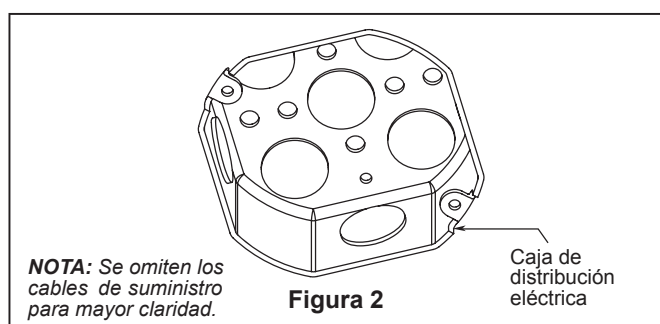

Figura 2
Caja profunda (Figura 2)
1. Ajuste bien la caja de conexiones del techo apta para soporte de ventilador en la estructura armada. Caja de conexión no se suministra con el ventilador. (Figura 2)
2. Instale la placa de la pala inferior en la pala alineando los orificios de dicha placa con los orificios de la placa en la parte inferior del ventilador usando los tornillos con cabeza de arandela. (Figura 2)
2. Extraiga los tres tornillos del acoplador del motor. Instale la bandeja de cables en el acoplador usando los tornillos extraídos y fijela adecuadamente con todos los tornillos. (Figura 2)
2. Realice las conexiones de cables al bloque del terminal como se muestra en la Figura 2.
2. Presione la bandeja de cableado hacia arriba en el soporte del techo. (Figura 2)
- 2.** Restaure la fuente de alimentación de la toma de corriente enciendiendo la electricidad del fusible principal. (Figura 2)